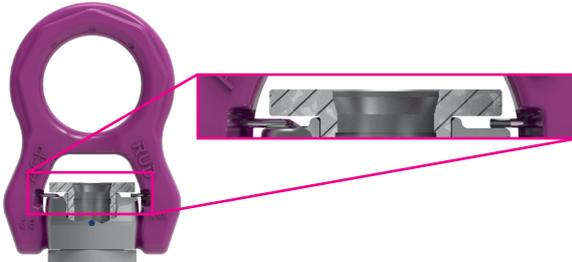

Fig. 13 : Vue de coupe de l'ACP. Le chanfrein est visible sur la partie supérieure du corps
1. Insérer la vis dans le corps de l'anneau pourvu d'un chanfrein (voir Fig. 13).